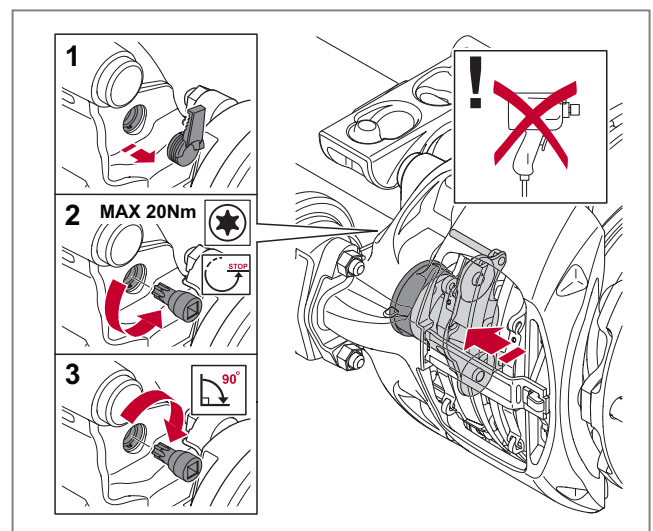

Abb. 37 - Rückstellung der Druckplatte per Rückstellwelle
2. Entfernen Sie den Schutzstopfen der Rückstellwelle, siehe ► Abb. 37.